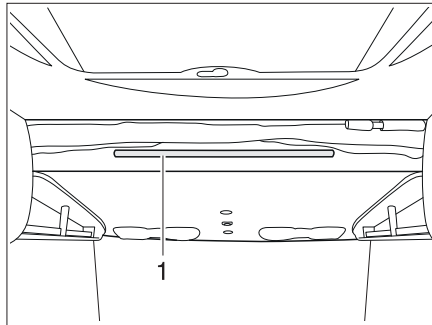

Fig. 169 Lit escamotable électrique
- L'échelle de montée doit être accrochée par les deux étriers à la tige de retenue (Fig. 169,1) se trouvant sur le lit escamotable.